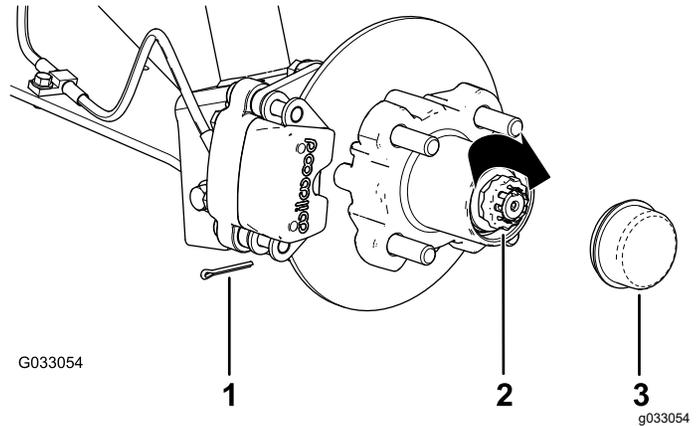

Figura 28
8. Coloque el retén sobre la tuerca y compruebe la alineación de la ranura del retenedor y el orificio de la chaveta del eje (Figura 28).
9. Instale la chaveta y doble las patas alrededor del retén (Figura 28).
10. Instale el tapón guardapolvo sobre el cubo (Figura 28).